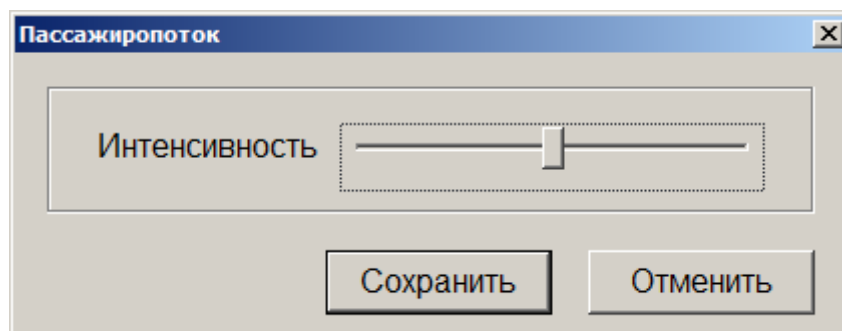

Рисунок 10 – Окно задания параметров пассажиропотока
*Окно задания параметров пассажиропотока* (Рисунок 10) предназначено для задания интенсивности пассажиропотока.